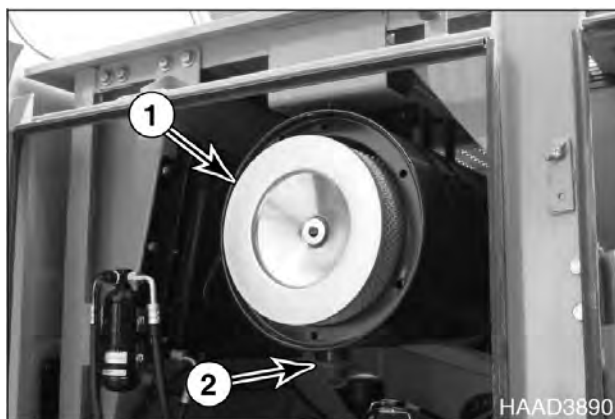

Рис. 43
1. Определить место размещения узла воздухофильтра. Снять крышку доступа и извлечь внешний элемент (1, рис. 43) из узла воздушного фильтра.
2. Извлечь из нижней части корпуса воздухоочистителя резиновый клапан эвакуатора пыли (2, рис. 43) и очистить его. Проверить кромки уплотнения на наличие признаков износа или повреждения. Заменить клапан при необходимости.